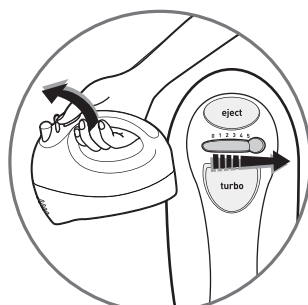

fig.2
- Mettez en route à l'aide du sélecteur de vitesse (**A2**), (fig.2), d'abord en vitesse **1** puis **2,3,4,5**. Utilisez la position « **Turbo** » (**A3**) si la recette nécessite plus de puissance.